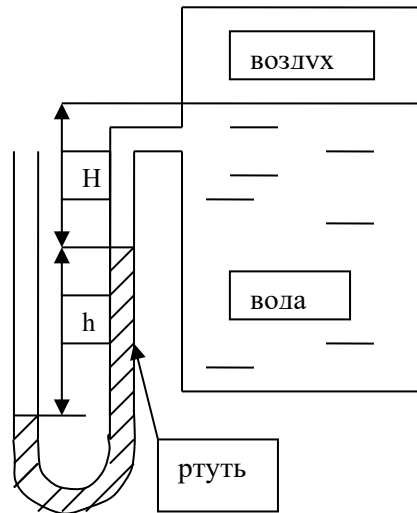

Рис. 2.
**Задача 3.** Определить абсолютное и вакуумметрическое давление воздуха в сосуде, если показание ртутного прибора  $h = 368 \text{ мм}$ , а высота воды  $H = 1 \text{ м}$ . Атмосферное давление равно  $h_a = 736 \text{ мм. рт. ст.}$ . Плотность ртути  $\rho_p = 13600 \text{ кг/м}^3$ , плотность воды  $\rho_v = 1000 \text{ кг/м}^3$ . Рис. 2.